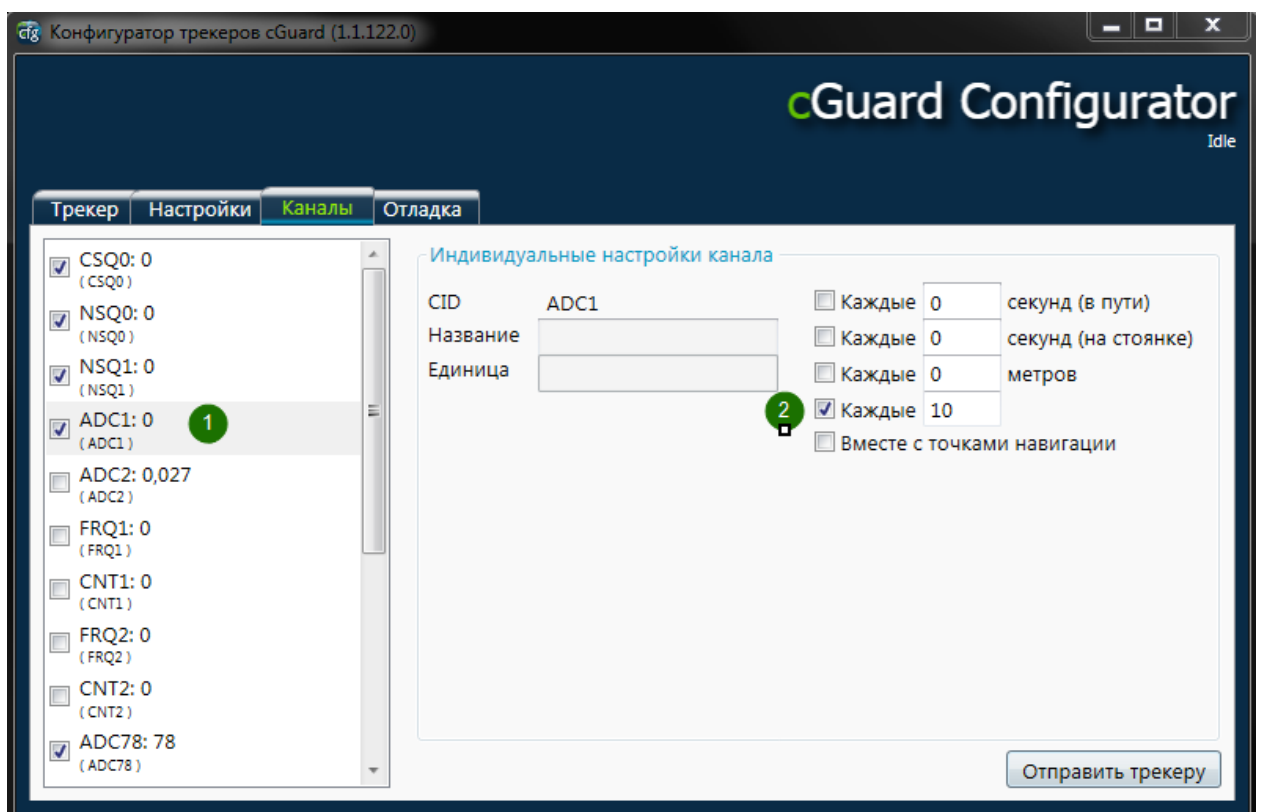

Рис.4.1.1.Настройка входа зажигания в конфигураторе
- 2) В конфигураторе (во вкладке **Каналы**) необходимо включить канал АЦП(ADC1) и настроить его так, чтобы канал отсылал данные по изменению значению напряжения (Рис.4.1.1.).